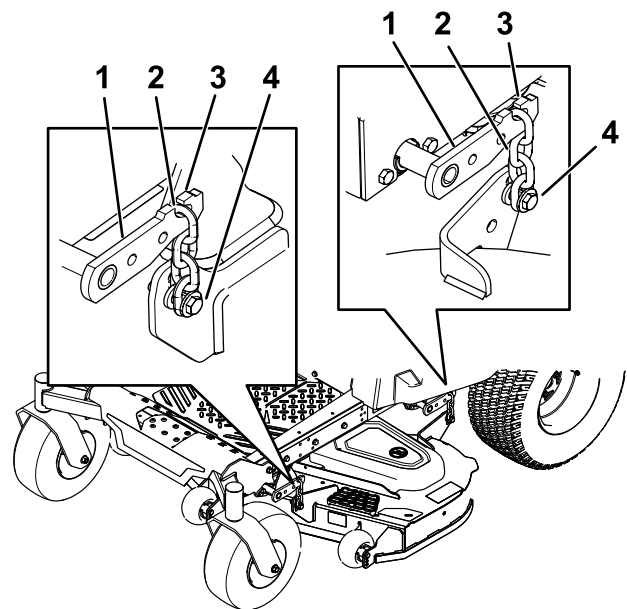

**Figure 73**
3. Placez 2 cales de 6,6 cm d'épaisseur chacune sous chaque côté du bord avant du plateau de coupe, mais pas sous les supports des galets anti-scalp (Figure 73).
4. Placez deux cales de 7,3 cm d'épaisseur chacune sous le bord arrière de la jupe du plateau de coupe, une de chaque côté (Figure 73).